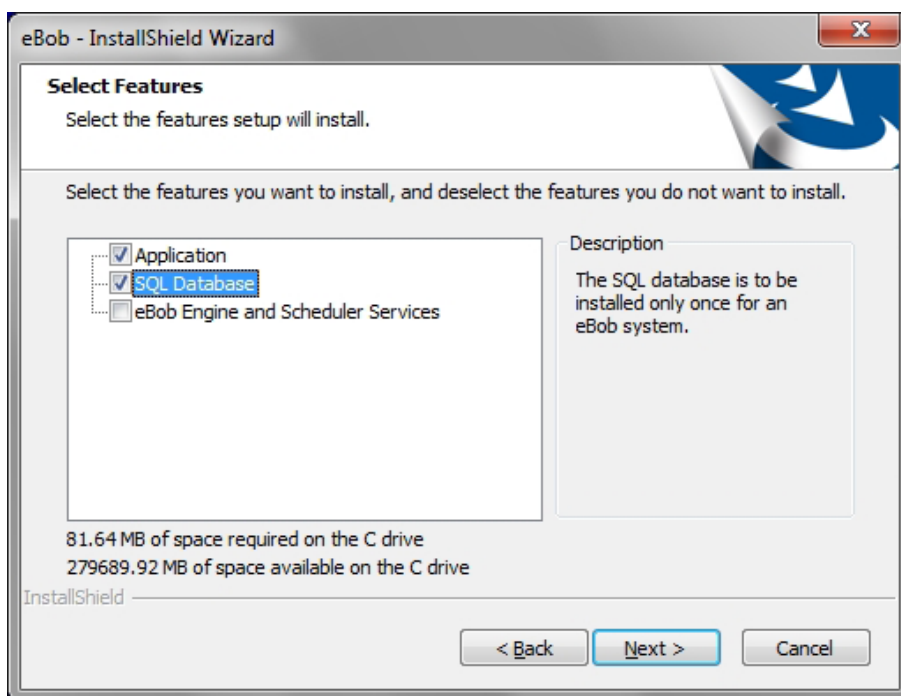

Figura 4
- a. Si esta instalación es para la Base de Datos, seleccione la Aplicación y la Base de Datos SQL como se muestra en la Figura 4.